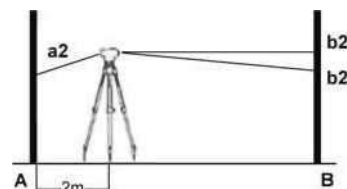

Рис.11
- 2) Установите прибор на расстоянии 2 м от точки А. Возьмите отсчеты "a2" и "b2" (Рис.11). Оставьте зрительную трубу направленной на переднюю рейку.